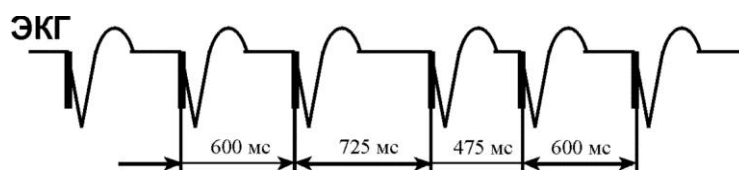

Рис.4. Артефакты ЭКГ при приеме стимулятором магнитного кода из программатора (стимуляция – монополярная).
4.3. По кардиомонитору контролируйте момент прохождения кода в стимулятор, при этом на экране монитора должны наблюдать расширение интервала стимуляции на 125 мсек и уменьшение следующего интервала стимуляции магнитного теста на 125 мсек (рис.4). Если не наблюдается изменение длительности интервала стимуляции магнитного теста, то это значит, что программирование стимулятора не осуществилось и необходимо повторить процедуру ввода кода в стимулятор.